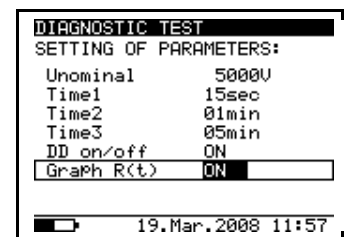

Fig. 20.
1. Tryk på **SELECT** knappen og opsætningsmenuen (Set-up menu) vises i display, se **Fig. 20**.